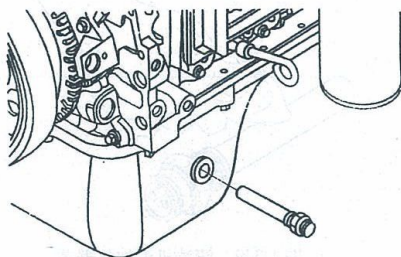

图 1-354 连接机油加热器芯电气导线
- 7) 连接机油加热器芯电气导线, 见图 1-354。运转发动机, 检查有无泄漏。